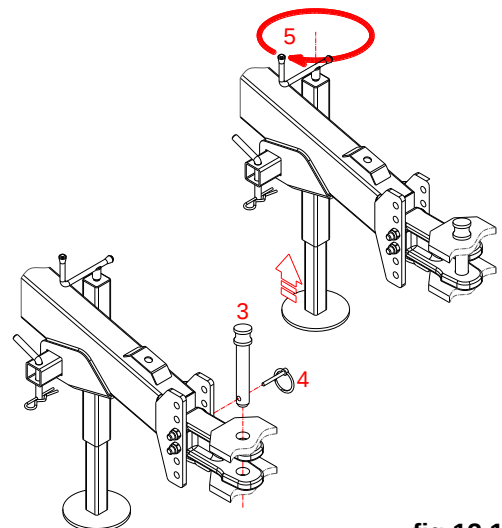

fig.13.1
Fig.13.1 - Quando il trattore è prossimo all'attacco del ranghinatore, un operatore a terra agendo sulla manovella del piedino di appoggio (2), solleva oppure abbassa l'attacco dell'attrezzatura in modo da farlo coincidere orizzontalmente con quello del trattore.
Fig.13.1 - When the tractor is near the hay rake coupling point, an operator on the ground, by acting on the bearing foot crank (2) raises or lowers the hay rake coupling point in order to make it horizontally coincide with the tractor.
Fig.13.1 - Una volta avvenuto l'aggancio, inserire il perno di bloccaggio (3) nei relativi fori degli attacchi, come mostrato in fig.12, e poi assicurarli con la rispettiva coppiglia o spina di sicurezza (4).
Fig.13.1 - Effettuato il centraggio, l'operatore solleva quanto basta il piedino di appoggio da terra, agendo sempre sulla sua manovella (5), per poterlo rimuovere dalla sua posizione e portarlo in quella prevista per gli spostamenti del ranghinatore o durante la fase di lavoro.
Fig.13.1 - After the coupling, the operator inserts the locking pin (3) in the corresponding holes of the coupling point, as shown in the fig.12, and then secures it with the respective R cotter pin or safety pin (4).
Fig.13.1 - Next, the operator turns the handle (5) on the bearing foot to lift the latter as high as necessary to move it from its position to that required for trailing the rake.